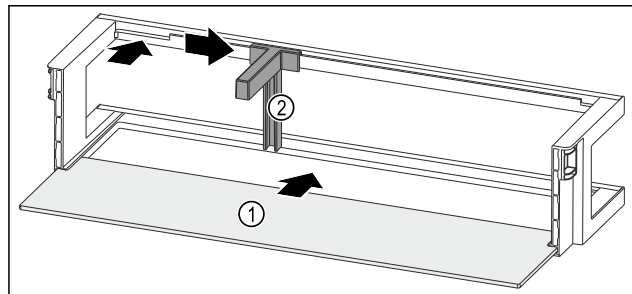

Fig. 94 Dveřní příhrádka s odkládací plochou
- Odkládací plochu Fig. 94 (1) zasuňte do bočních vybrání.
- Držák lahví Fig. 94 (2) vložte do vybrání.
- Držák lahví Fig. 94 (2) posuňte na stranu do požadované polohy.